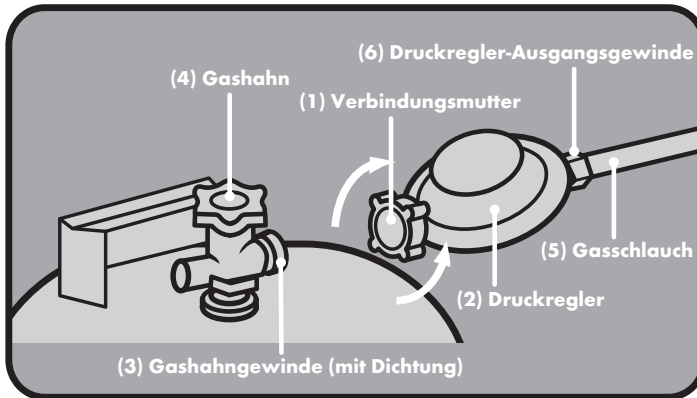

Abb. 1: Montage des Druckreglers (exemplarisch)
2. Verbinden Sie den Druckregler mit der Gasflasche, indem Sie die Verbindungsmutter (1) des Druckreglers (2) durch Linksdrehung (von Hand) auf das Gashahngewinde (3) schrauben (siehe Abb. 1).